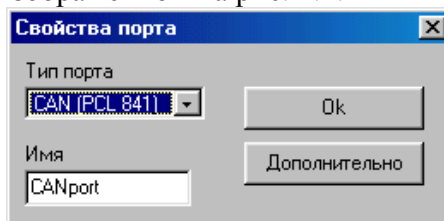
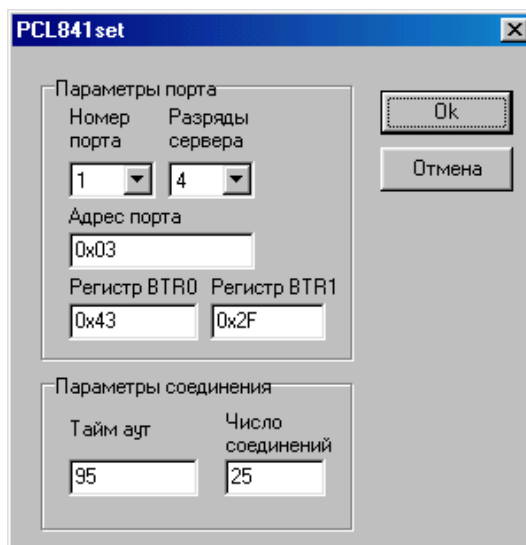

Рис. 4.3. Свойства порта
Рис. 4.4. Настройка порта типа «CAN (PCL 841)»
4.2.4 На верхнем уровне иерархии находятся «Порты». Порты могут быть как физическими, так и логическими. Если физически порт определяется его номером в системе (1, 2 и т.д.), что соответствует физическому разъему на плате контроллера, то логический уровень определяет тип протокола, по которому будет производиться обмен между сервером и абонентами. Как видно на рис. 4.3, первичным является выбор типа протокола, задаваемого в выпадающем меню «*Тип порта*» т.е. **логический** порт. На сегодняшний день, доступны четыре порта/протокола: CAN (PCL 841), CAN Open (PCL 841), RS232P2P, CLogic port. По первому протоколу осуществляется обмен между сервером и абонентами, использующими специализированный протокол для обмена между изделиями, разработанными Изготовителем. Этот протокол является наиболее оптимальным для работы с изделиями Изготовителя. С помощью второго протокола доступны устройства-абоненты, разработанные сторонними производителями. Такими устройствами могут быть системы UBB «WAGO I/O SYSTEM» или другие устройства, работающие на шине CAN, и осуществляющие обмен через объекты PDO протокола CAN-open или непосредственно посредством стандартного удаленного фрейма стандарта CAN. Протокол RS232P2P позволяет подключить систему диагностики непосредственно к одной из систем управления через последовательный коммуникационный порт. При этом поддерживается только один абонент. Протокол Clogic port – виртуальный. В нем в качестве "абонента" выступает программа, написанная на встроенном языке программирования. Благодаря этому языку есть возможность отображать состояние различных объектов исходя из расчетных значений, полученных самой системой диагностики.
специфических особенностей. Так, нажатие этой кнопки при активном объекте «CANпорт» (см. рис. 4.3) приведет к выводу меню, изображенном на рис. 4.4.
4.2.6 Нажатие на кнопку «Дополнительно» приведет в случае, изображенном на рис. 4.4 к выводу подменю настроек логического порта типа «CAN (PCL 841)».
В приведенном примере, номер физического порта совпадает с номером порта «CAN (PCL-841)» (см. п. 4.2.6). Это означает, что устройства, разработанные Изготовителем, и устройства сторонних разработчиков находятся на одной физической линии, что вполне допустимо. Следовательно, значения параметров «Адрес порта», Регистры ВTR0 и ВTR1 должны соответствовать значениям, заданным на рис. 4.4.